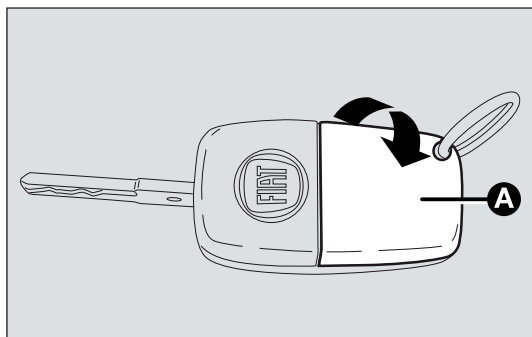

fig. 8
- ☐ abra la tapa A-fig. 8 fijada a presión interviniendo en el sentido indicado por la flecha